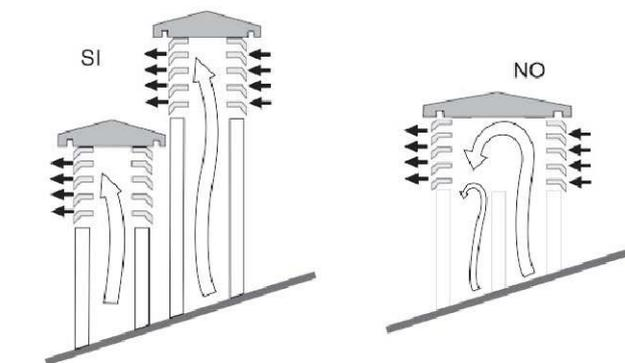

Fig.3
- Falls Rauchabzüge mit parallelen Ausgängen verwendet werden, muss der Gegenwind-Rauchabzug ein Element erhöht werden. (Abb.3)